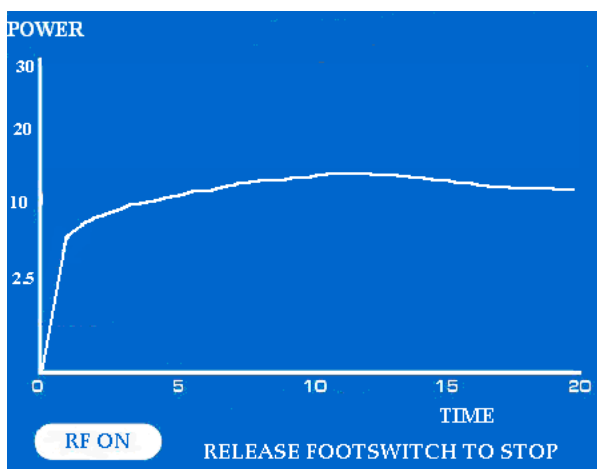

Abbildung 11: Grafische Anzeige der Leistung (Isolator-Stifte) im „RF ON“-Modus (Wechsel wird angezeigt)
- i. Auf dem LCD-Grafikbildschirm wird das Echtzeit-Diagramm der an das Gewebe abgegebenen Leistung mit einer Toleranz von $\pm 20\%$ angezeigt. Das Diagramm der Leistung ist auf einer 20-Sekunden-Skala dargestellt (siehe **Abbildung 11**).
- ii. Das System schaltet automatisch ab und unterbricht die Ablation, wenn der Benutzer den Fußschalter nicht innerhalb von 40 Sekunden loslässt (siehe **Abbildung 11**).